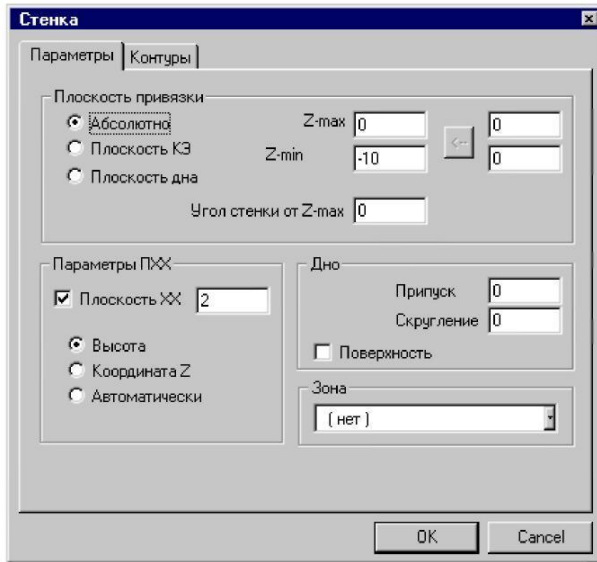

Рис. 4.4
2. В группе «Плоскость привязки» выберите **Плоскость КЭ**, введите в поле **Глубина** значение **27** и нажмите кнопку ОК (рис. 4.4).